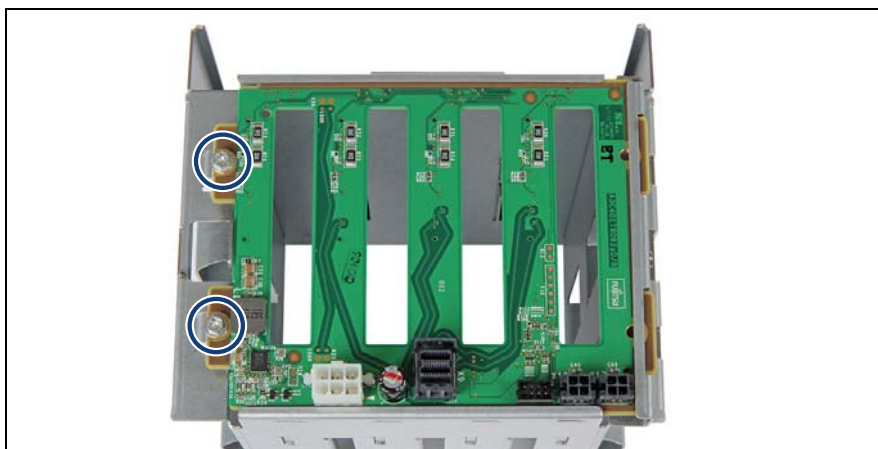

図 148: HDD バックプレーンの取り外し (A)
- ▶ HDD バックプレーンを 2 本のネジで固定します (図 148 を参照)。